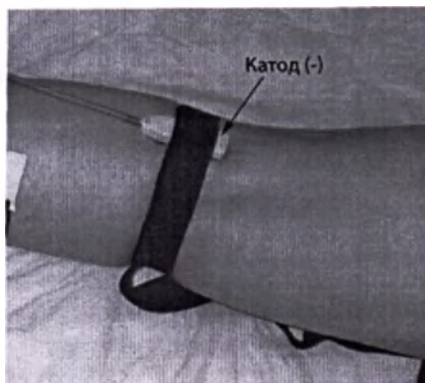

Рис. 153. Положение стимулирующего электрода в подколенной ямке
2. Стимулирующий электрод наложите на уровень подколенной ямки катодом проксимально, чтобы импульс был направлен по ходу сенсорных волокон. Зафиксируйте электрод лентой, что позволяет более точно проводить исследование (рис. 153).